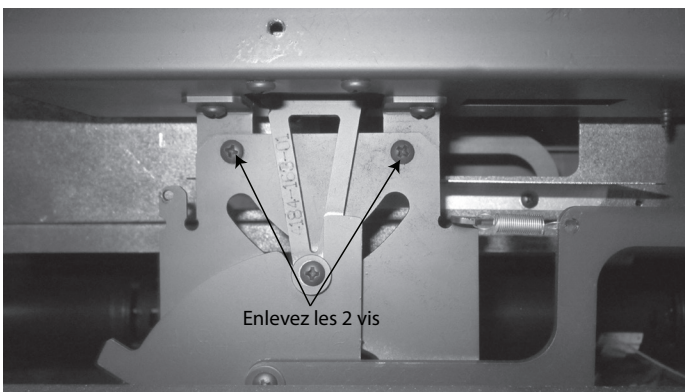

Figure 4.18 Retrait des vis de l'ensemble de la minuterie.
5. Tout en tenant l'assemblage de la minuterie, retirez les deux (2) vis et faites glisser le bras de liaison hors de la tige et tirez l'assemblage vers l'avant. Voir la figure 4.18.